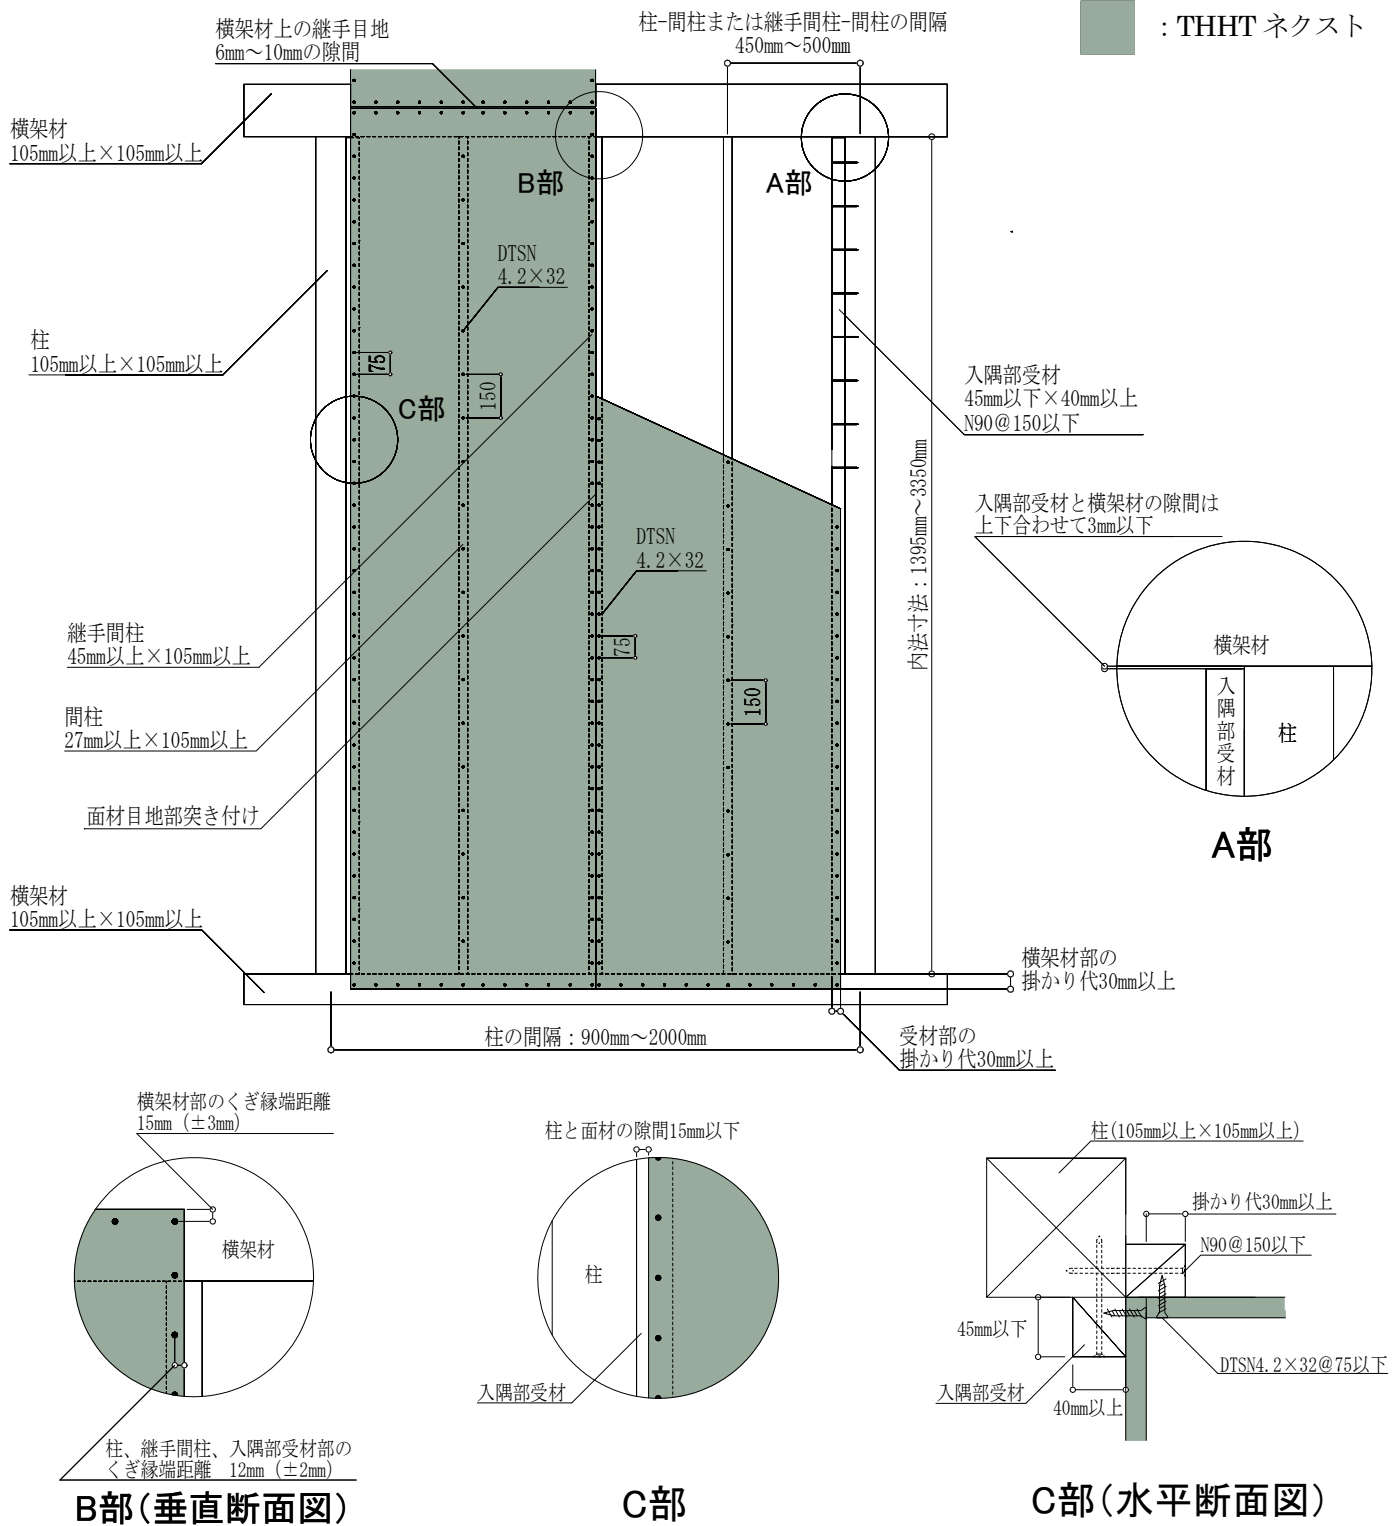

図 11 入隅仕様 (FRM-0771 : 2.6 倍) 施工概略図 (2P の場合)
施工においては、図 11 および注意事項に記載の内容を遵守してください。
- ・ THHT ネクストは、原則 1 枚張りとし、縦継ぎ張りについては、P30「⑦縦継ぎ張りについて」をご確認ください。
- ・ 図 11 は 2P の施工例となっておりますが、1P の場合も耐力壁とできます。